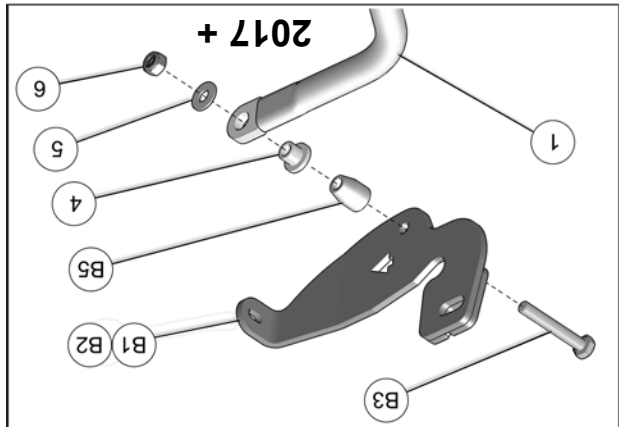

Fig. 12
Véhicules d'années-modèles 2017 et plus: utiliser le boulon M10x70mm (B3), l'espacer long (B5), l'espacer à rebord (4), la rondelle (5) et l'écrou (6). Serrer à un couple de 50 N•m [37 lb•pi]. Voir la Fig. 12